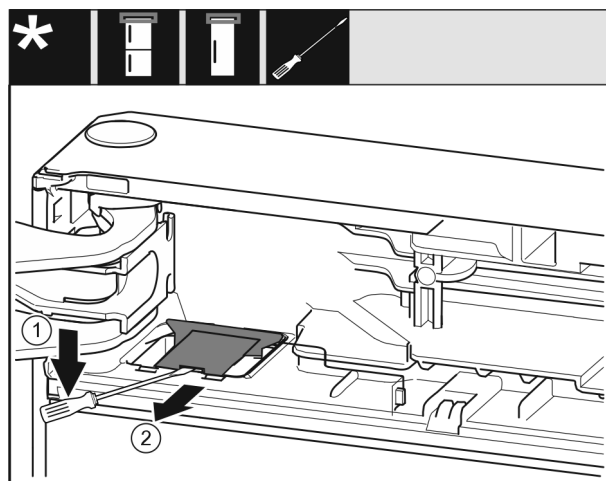

Fig. 12
- ▶ 使用带槽螺丝刀松开盖板，并将其抬起。 Fig. 12 (1)
- ▶ 取出盖板。 Fig. 12 (2)